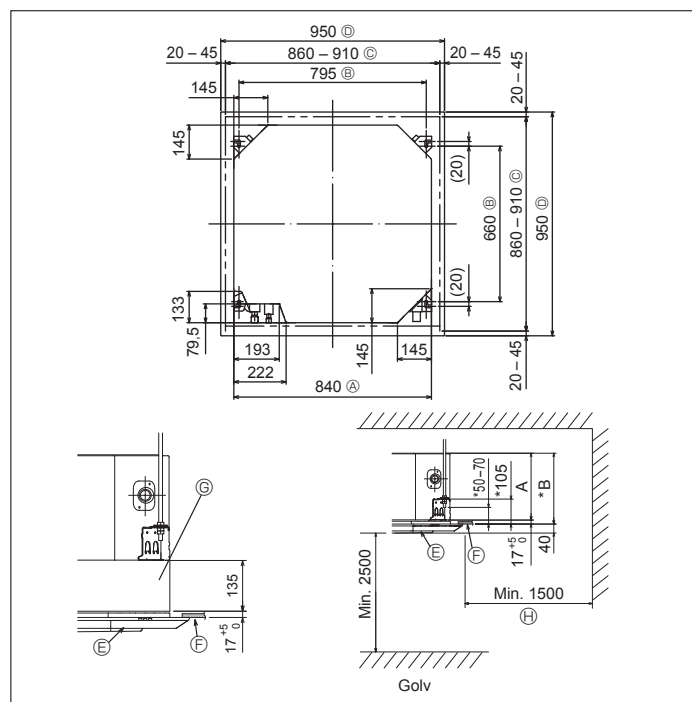

Fig. 3-2
①	Installationsmall (Förpackningens ovansida)	1
②	Mellanlägg (med isolering) Mellanlägg (utan isolering)	4 4
③	Rörskydd (för kylmedelsröret anslutning) Liten diameter Stor diameter	1 1
④	Band (stort)	8
⑤	Band (litet)	1
⑥	Dräneringsmuff	1
⑦	Isolering	1
⑧	Fläsmutter 1/4F(RP60)	1
3.2. Taköppning och installationsplatser för upphängningsbultar (Fig. 3-2)
- Måttan på taköppningen kan regleras inom området visat i Fig. 3-2; så centrera huvudenheten mot taköppningen och försäkra att respektive motsatta sidor på alla sidor om spelrummet mellan dem blir identiska.